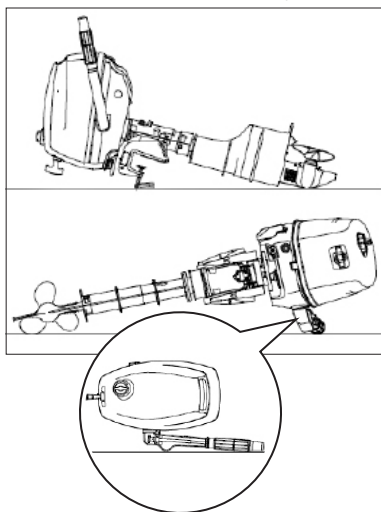

Рис. 7 Положения мотора при транспортировании и хранении на боку
9. Накройте мотор плотным материалом, который надежно защитит его от пыли. Хранить подвесной лодочный мотор необходимо строго в вертикальном положении на стойке (транце лодки). При отсутствии такой возможности, хранить подвесной лодочный мотор можно в положениях, показанных на Рис. 7, предварительно полностью слив масло из двигателя.
Положения мотора при транспортировании на бок показаны на Рис. 7.